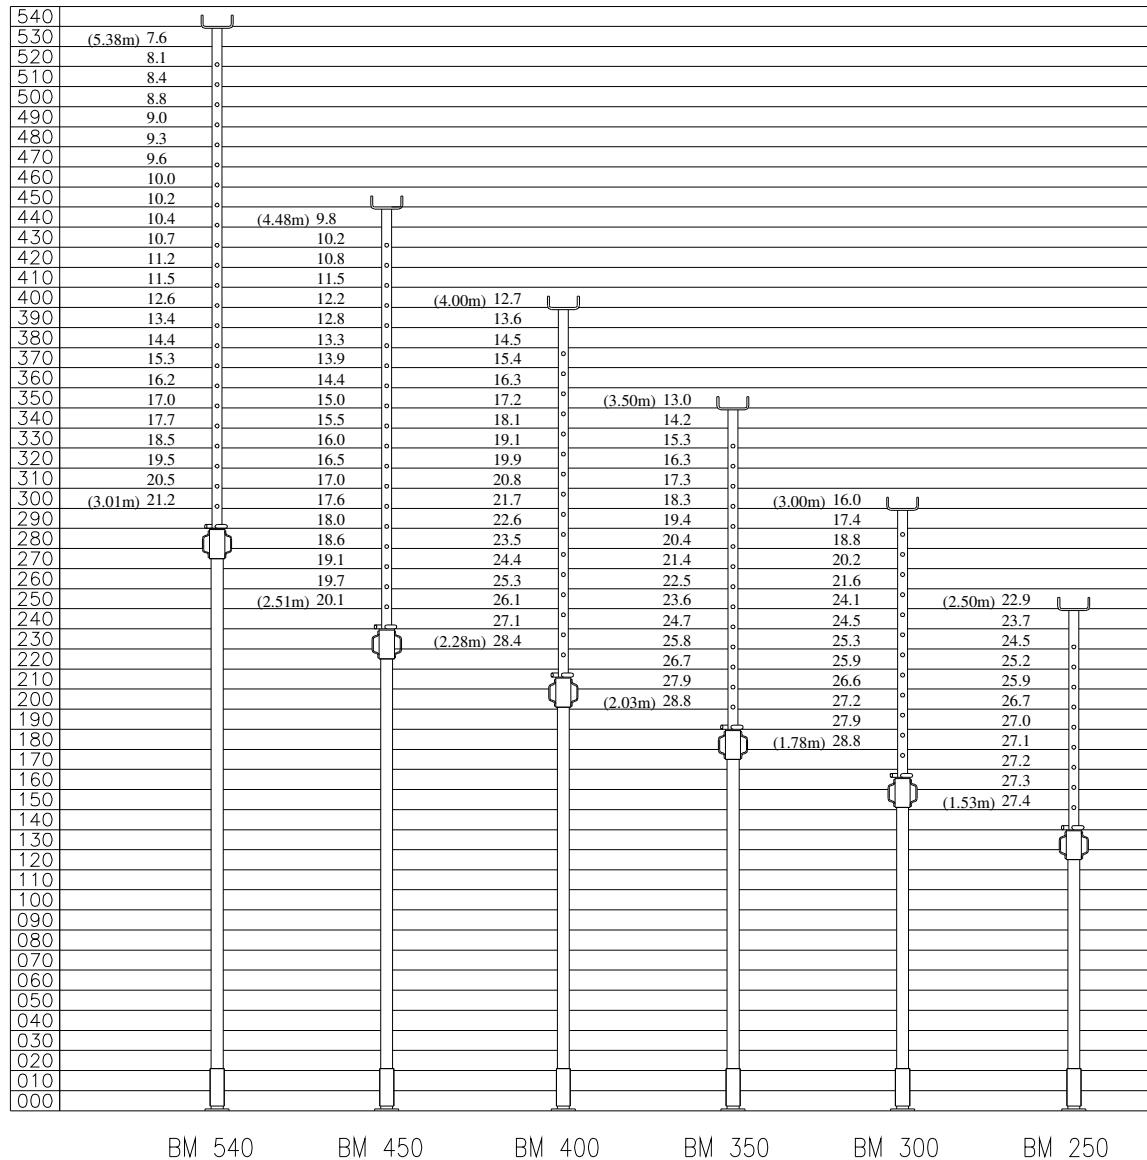

Afbeelding 4.
- De belasting op de vork dient centraal te worden aangebracht. Bij een enkele onderslag bijv. door het "overhoeks" plaatsen van de vork (zie afbeelding 4).